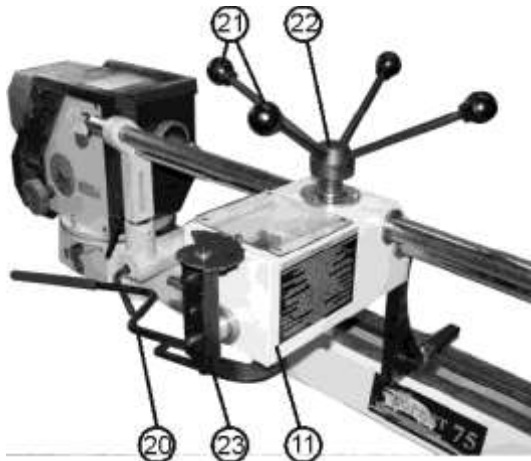

Рис.6
5.5. Установка рычага и ручек (Рис.6)